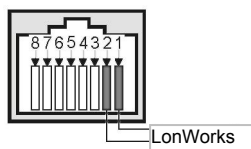

Рис. 3. Интерфейс LonWorks (гнездо RJ45)
- с помощью соответствующего гнезда, расположенного справа от клеммных колодок (см. Рис. 3).